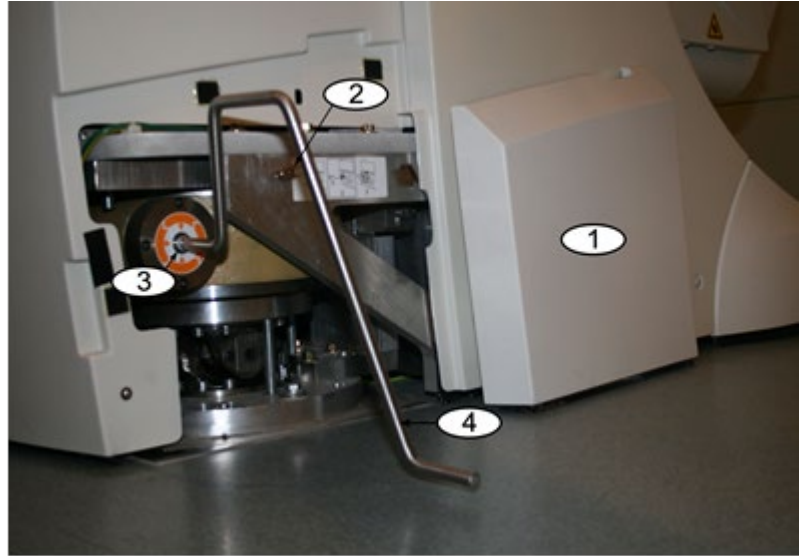

Figure 218. Manivelle du système *Niobe ES*
- ① Mettez le capot de côté (Figure 218).
- ② Déposez la barre de manivelle des attaches.
- ③ Introduisez la barre dans la manivelle. Assurez-vous que la manivelle est *entièrement* insérée dans l'orifice.
- ④ Tournez la manivelle pour faire pivoter l'aimant sur le rail de fixation courbe au sol.